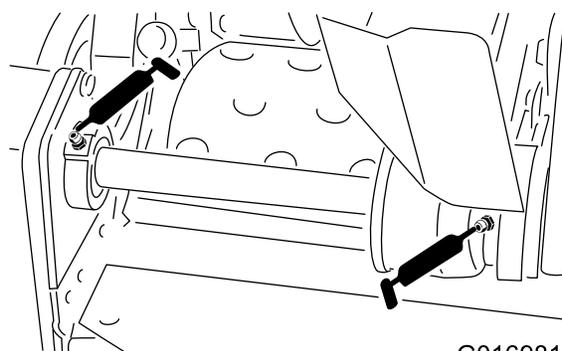

Рисунок 23
- 2 на подшипниках противовеса барабана (Рисунок 23)